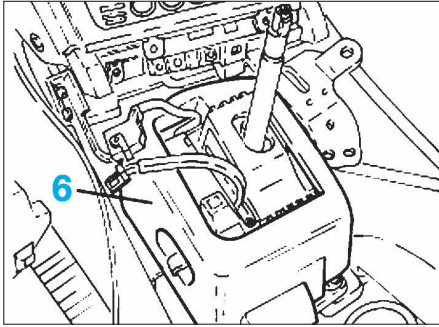

FIG. 12
- Comprimer les agrafes (2) afin de sortir le pommeau (3).
- Dégrafer l'ensemble enjoliveur/grille de sélection des vitesses (4) et débrancher les différents connecteurs.
- le support d'enjoliveur (5).
- l'insonorisation (6) (Fig.12).